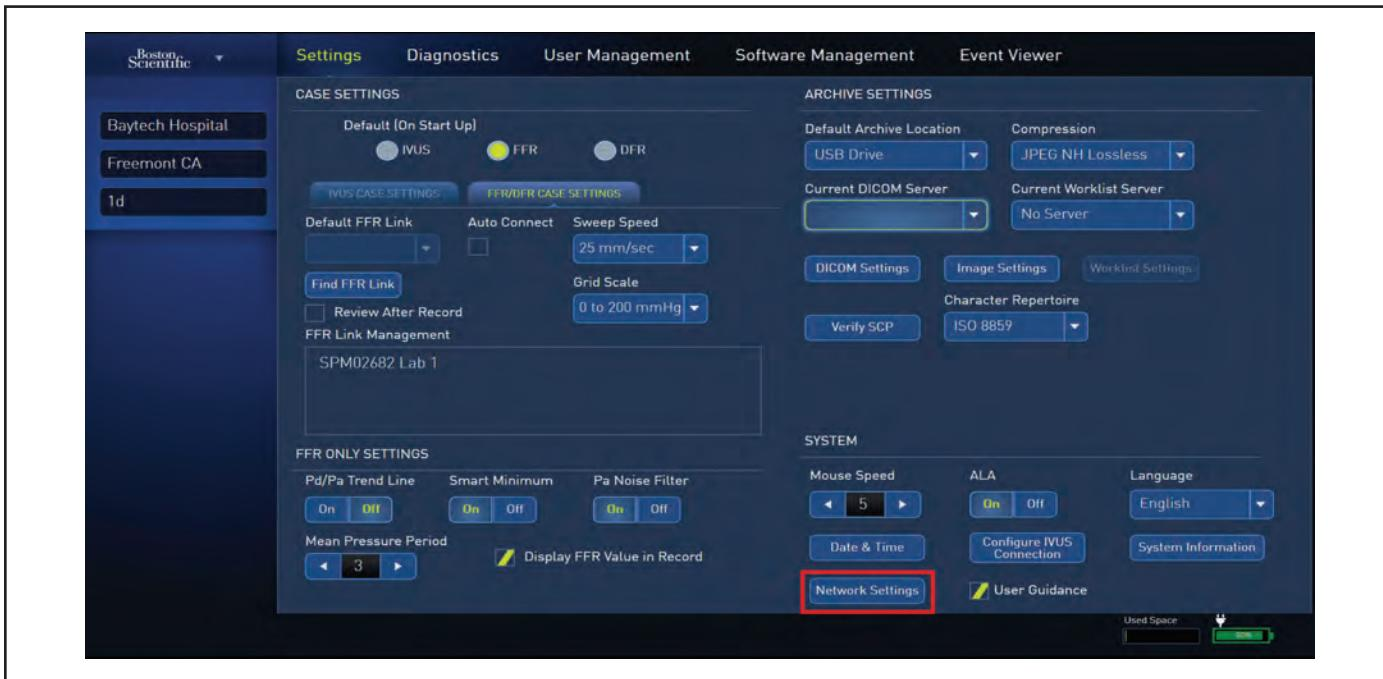

Figure 102. Écran System Utilities (Utilitaires du système)
- 6.6 Sélectionner l'onglet Software Management (Gestion des logiciels) (illustré à la figure 102).